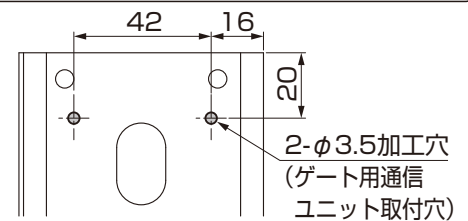

図2-1 電動支柱(主柱)への穴加工
- ①電動支柱 (支柱) の電動支柱カバーを開いてください。
- ②ゲート用通信ユニット **オプション** を使用する場合で、ゲート用通信ユニット取付穴がない場合は、加工してください。(図2-1参照) 既に加工されている場合は、本作業は不要です。